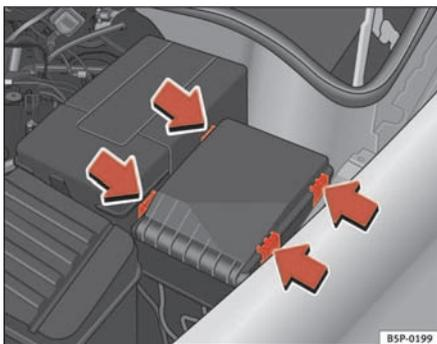

Fig. 172 Cache de fusibles dans le compartiment moteur
- Retirez le cache de fusibles du compartiment moteur en faisant pression sur les languettes vers le centre du cache ⇒ fig. 172.